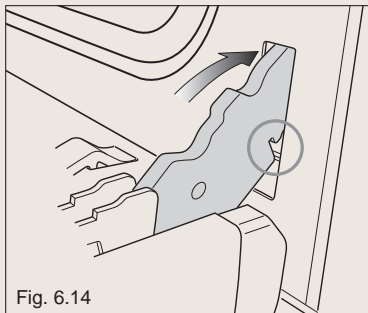

Fig. 6.14
- * Insérer le crochet des charnières (droite et gauche) dans son emplacement; s'assurer que la rainure soit dans sa logement (fig. 6.14).